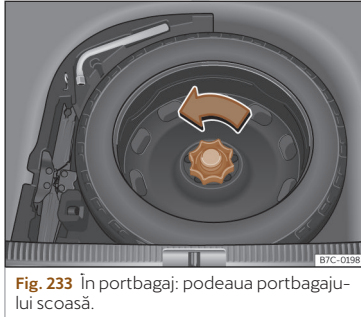

Fig. 233 În portbagaj: podeaua portbagajului scoasă.
- Rotiți butonul rotativ în sens antiorar»» **fig. 233**.